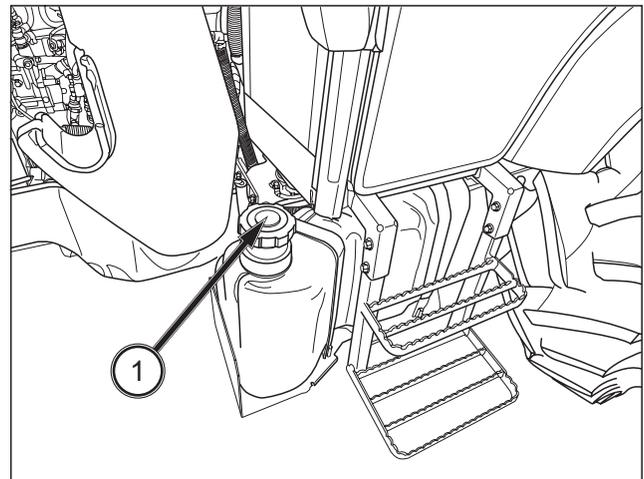

FIG. 167
**FIG. 167 :** Quand vous enlevez le bouchon de remplissage (1) du réservoir de carburant, vous pouvez entendre un sifflement ou un bruit sec. Ce bruit, dû à la conception du bouchon, est normal. Ne modifiez pas le bouchon et n'utilisez pas un bouchon non homologué car cela pourrait provoquer une fuite de carburant en cas de retournement du tracteur.